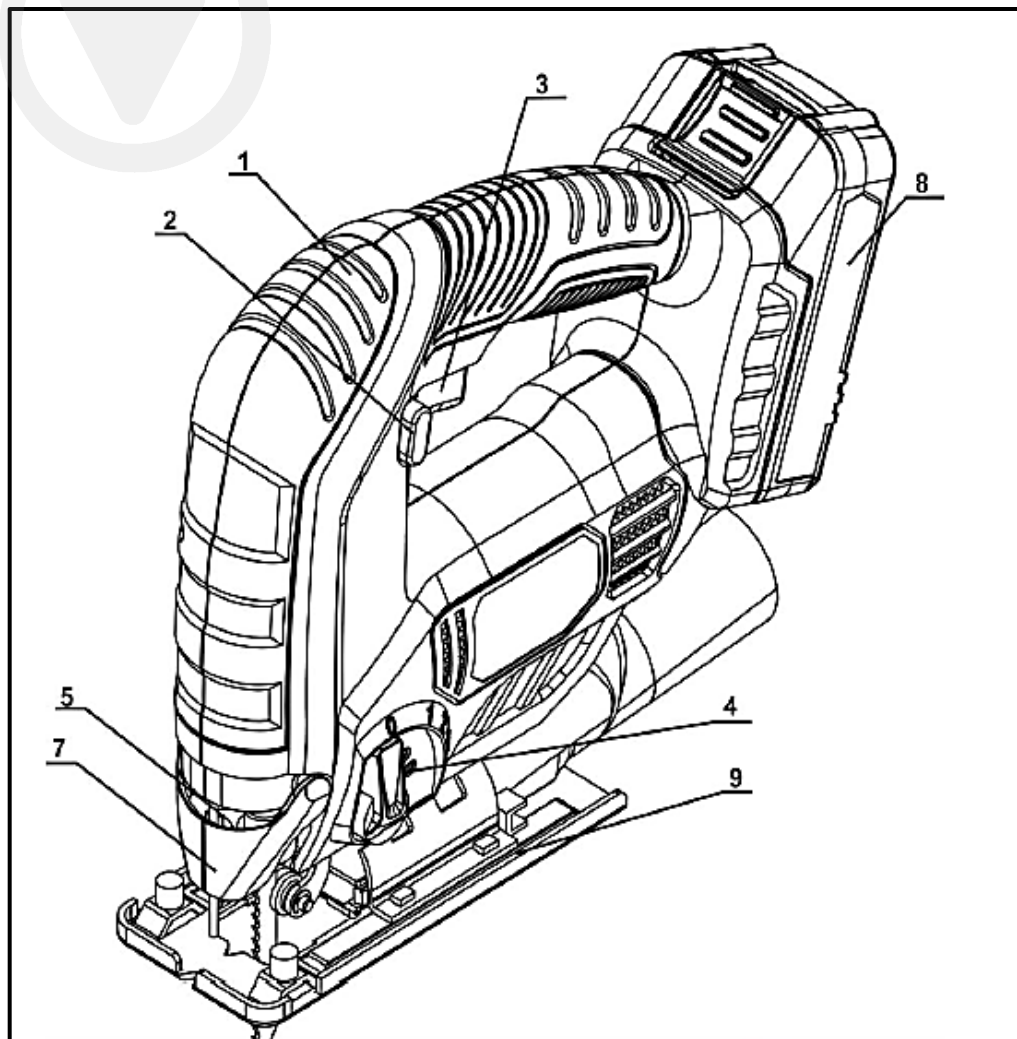

Рис. 1
1. Прогумована рукоятка (Рис.1).
2. Кнопка блокування вимикача (Рис.1)
3. Вимикач. (Рис.1).
4. Перемикач маятникового режиму (Рис.1).
5. Ролик напрямний (Рис.1).
7. Захисний екран (Рис.1).
8. Акумуляторна батарея (Рис.1).
9. Шкала нахилу для підшви (Рис. 1).